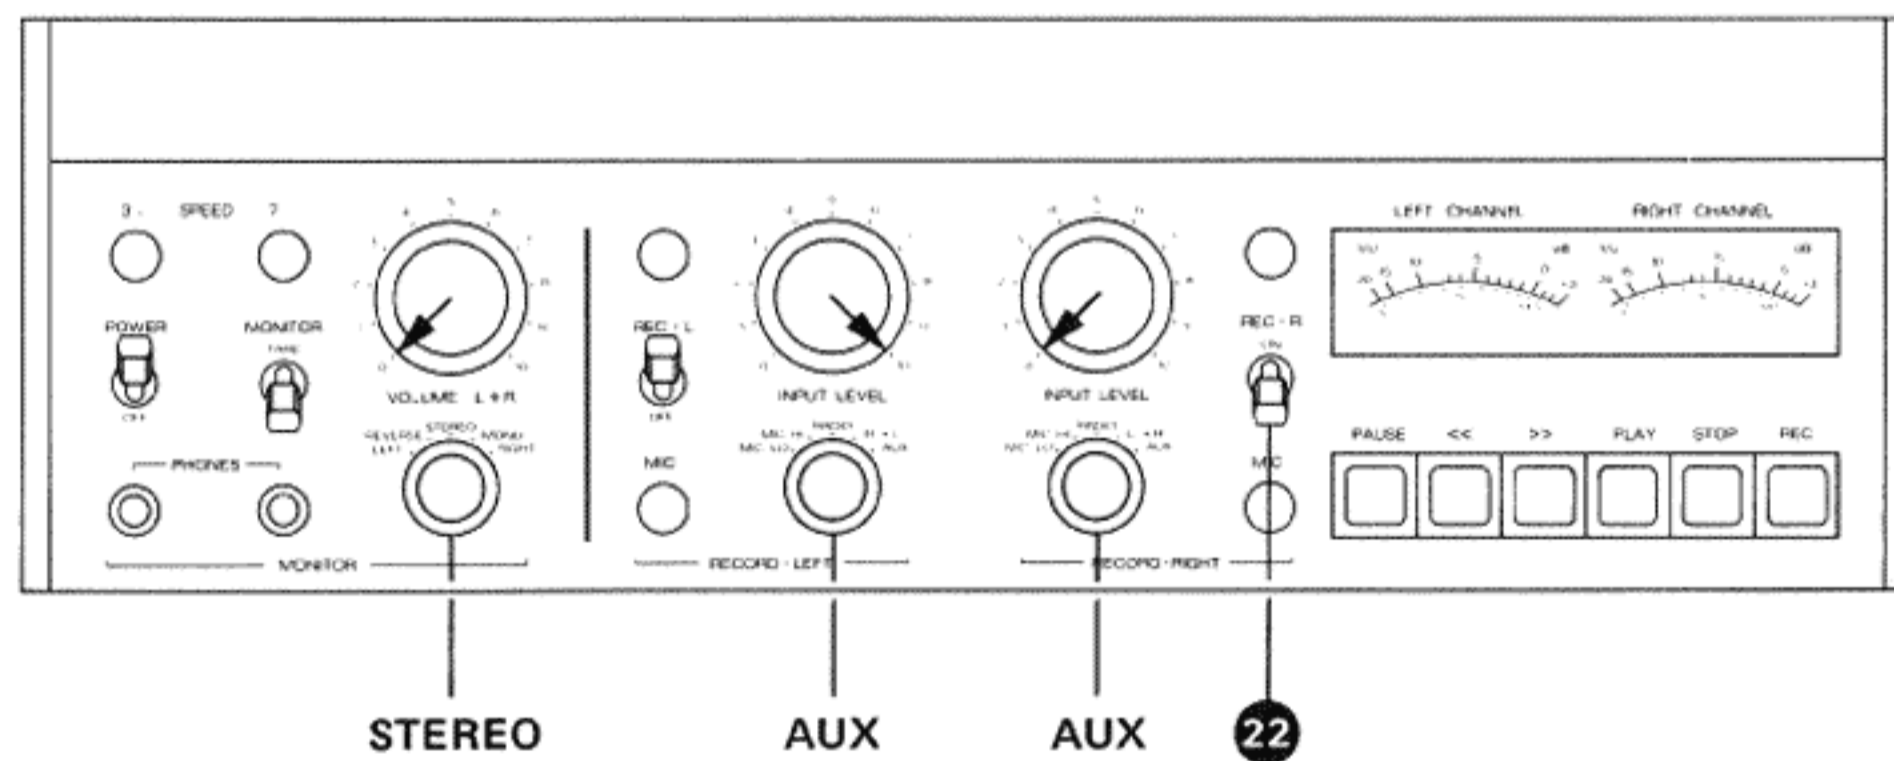

Fig. 6.4.-2
- Bedienungselemente nach Fig. 6.4.-2 einstellen.
- NF-Generator auf gleichem Pegel belassen (1000 Hz, 0,775 V am Ausgang). Anschluss AUX INPUT (48). Beide VU-Meter zeigen 0 VU.
- Zusätzlich Aufnahmevorwählschalter REC-R (22) auf ON. Nur linkes VU-Meter zeigt 0 VU.